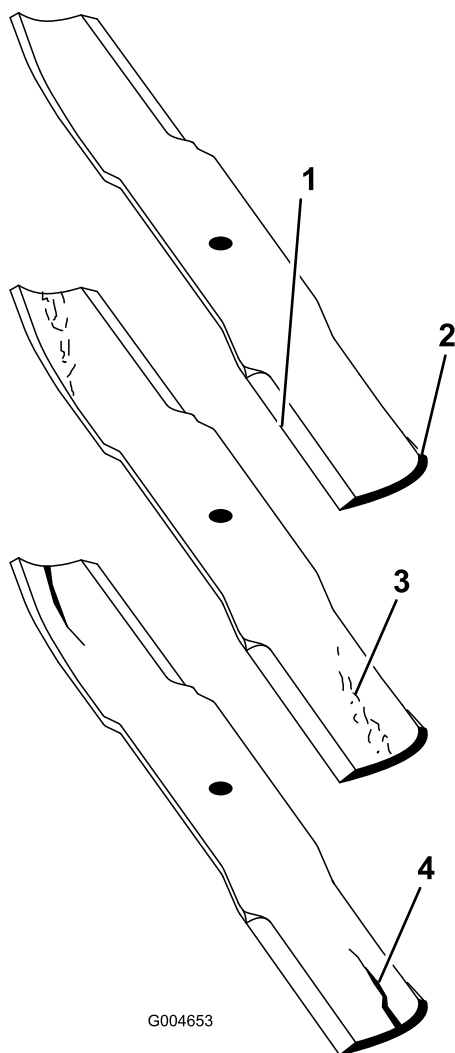

Figura 125
2. Examine cuidadosamente as extremidades da lâmina, prestando especial atenção à zona onde se encontram as partes curvas e planas da lâmina (**Figura 125**).
Nota: A areia e os materiais abrasivos podem desgastar o metal entre as partes plana e curva da lâmina; por isso, verifique a lâmina antes de utilizar a máquina. Se verificar que esta zona se encontra desgastada (**Figura 125**), substitua a lâmina.